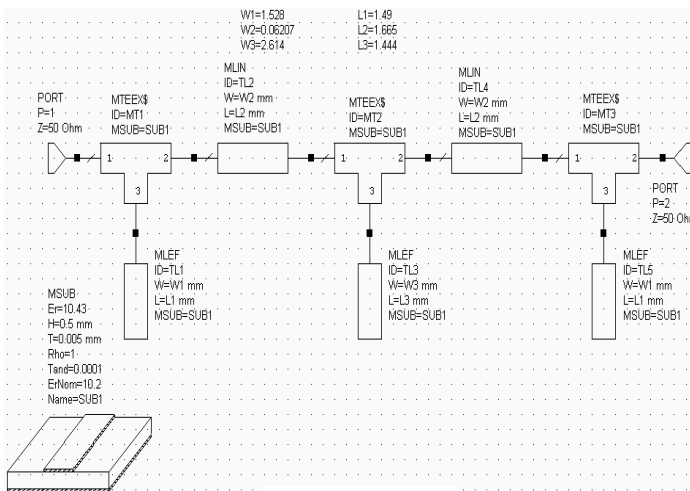
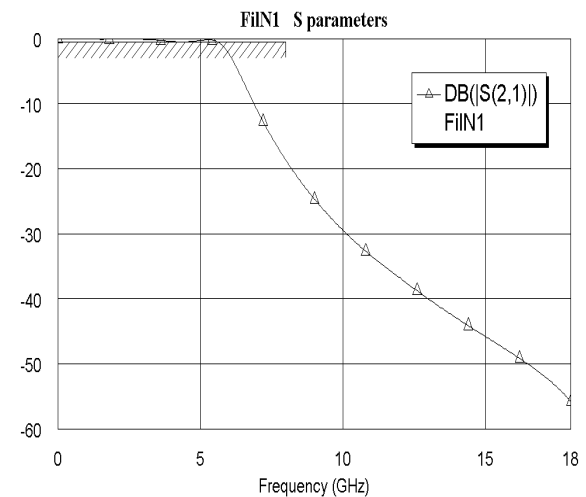

Рис. 2.11
Рис. 2.12
5. Щёлкните левой кнопкой мышки по окну Microwave Office, чтобы сделать его активным. Схема, переданная в Microwave Office показана на рис. 2.11, а график, рассчитанный в Microwave Office – на рис. 2.12.